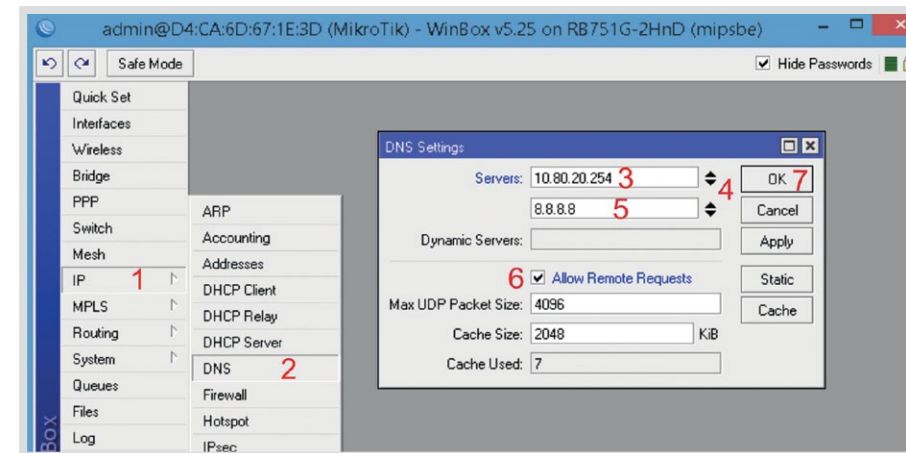

Рис. 12. Подключение через PPPoE.
1. Выберем пункт **PPP** (рис. 12);